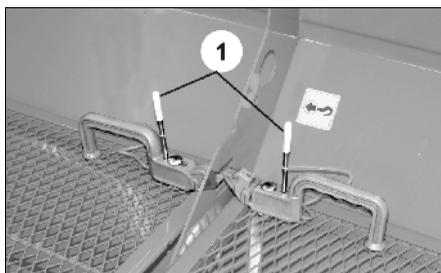

Fig. 16
- (Fig. 16/1) parkovací poloze (standardní poloha)